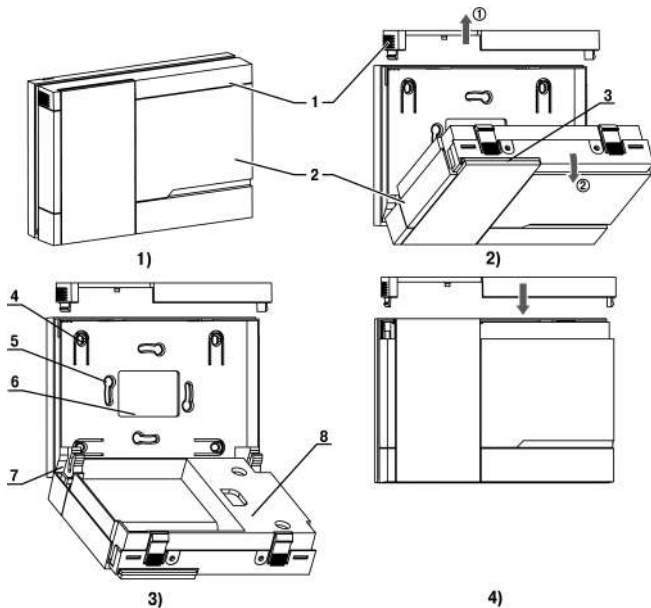

Рисунок 4.3 – Монтаж прибора настенного исполнения H2
1. Подготовить прибор к монтажу. Для этого следует снять фиксирующую планку (*рисунок 4.3*, 2, поз. 1) и отсоединить электронный блок (там же, 2, поз. 2) от кронштейна (там же, 2, поз. 3).